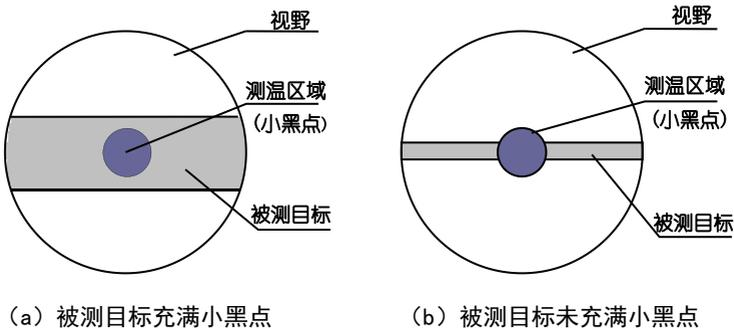

图 7 瞄准示意图
5.2.4 瞄准 通过目镜可观察到被测目标（倒象），目镜中央的小黑圆点为测温区域（如图 7 所示）。通常，被测目标应充满该小黑圆点（如图 7（a）所示）；对于单色测温时，如果被测目标不能充满小黑点（如图 7（b）所示），测温值将偏低。而对于比色测温，图 7（b）所示的瞄准是允许。
对于比色测温时 当背景温度远低于测温仪下限温度时，目标可以小于测温小黑圆点，如图 7 (b) 所示，一般情况下，被测目标充满测温区域 70% 以上时均能准确测温；若充满量 $\leq 20\%$ 时，仪器不能正常测温，并显示“Lo”，输出 3.5mA；当充满量在 20%~70% 之间时，测温值将偏低。